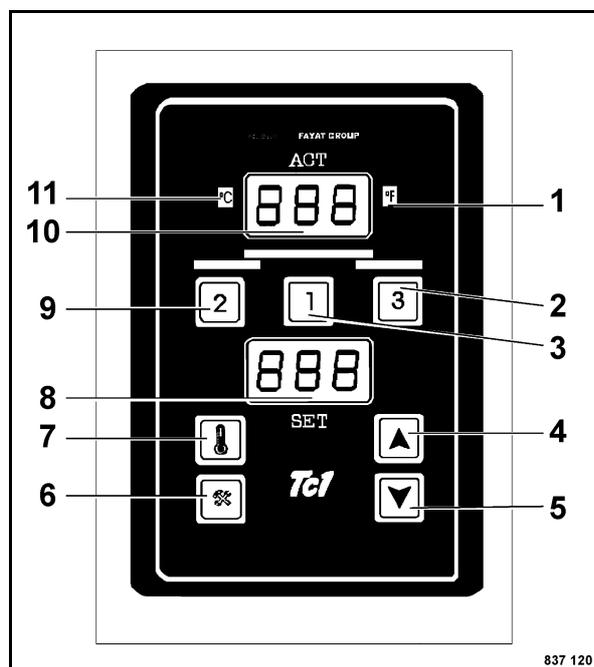

Fig. 126
- Selezionare la sezione della piastra del ferro da stiro, per la quale deve essere impostata la temperatura, con i tasti 2, 3 e 9 (Fig. 126).